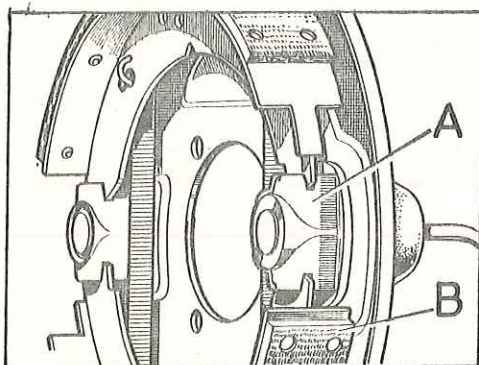

Fig. H-54 Posición de las zapatas del freno
- 3.6. Instalar el conjunto de las zapatas y muelles de retroceso, de forma que el extremo, B (Fig. H-54) totalmente forrado de la zapata inferior, debe fijarse a la caja del expansor, y el extremo totalmente forrado de la zapata superior a la caja del ajustador.